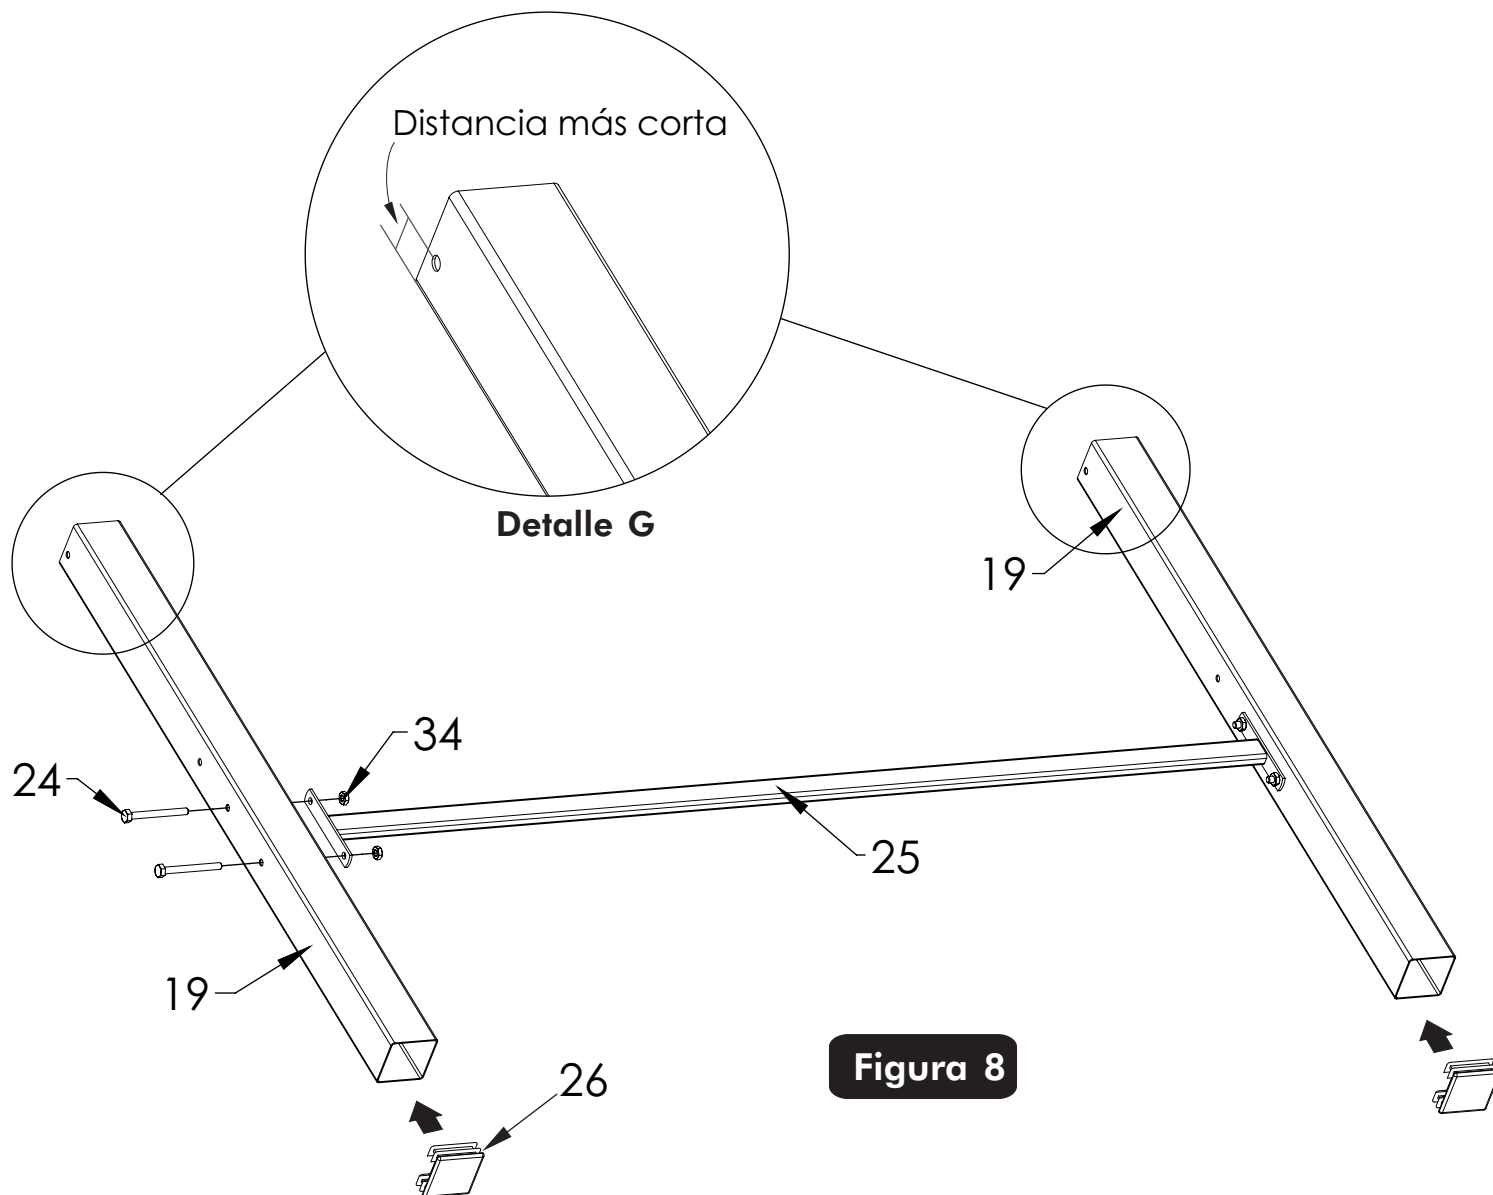

Figura 8
14. Ensamble el Tubo Horizontal (#25) a las Patas (#19) con los Tornillos (#24) y las Tuercas (#34) como se muestra en la **Figura 8**. Este seguro de que los orificios de la Pata (#19) coinciden entre sí, como se muestra en el **Detalle G**.
15. Coloque los Tapones (#26) a la parte inferior de las patas (#19) como muestra en la **Figura 8**.